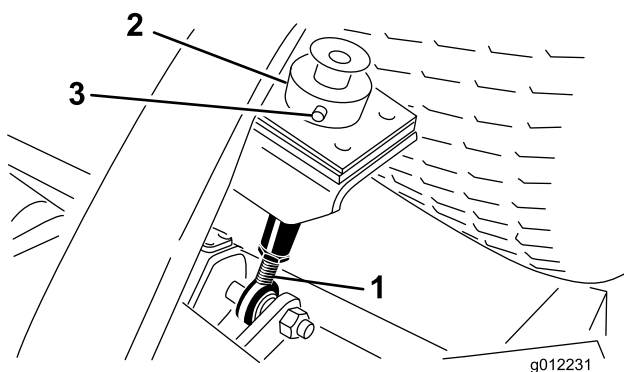
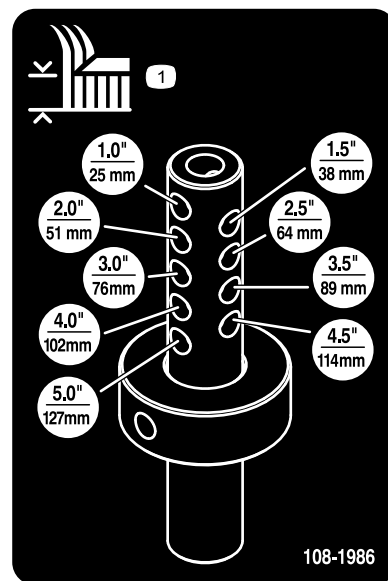

Bild 8
Bild 9
- Nehmen Sie den Lastösenbolzen und den Splint ab, mit denen der Schnitthöhenstellring hinten am Mähwerk an der Schnitthöhenstange befestigt ist (Bild 8).
- Fluchten Sie den Schnitthöhenstellring mit den gewünschten Schnitthöhenlöchern an der Schnitthöhenstange aus (Bild 8 und Bild 9).